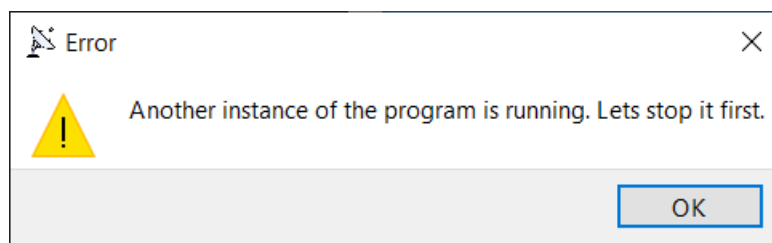

Рисунок 3.6 — Сообщение об ошибке при попытке запуска более одного экземпляра приложения
3.1.4 Приложения **Loris Tool** и **Ellie Tool** при установке регистрируются как службы операционной системы и запускается автоматически. При попытке запуска еще одного экземпляра приложения будет сформировано сообщение об ошибке (рисунок 3.6).